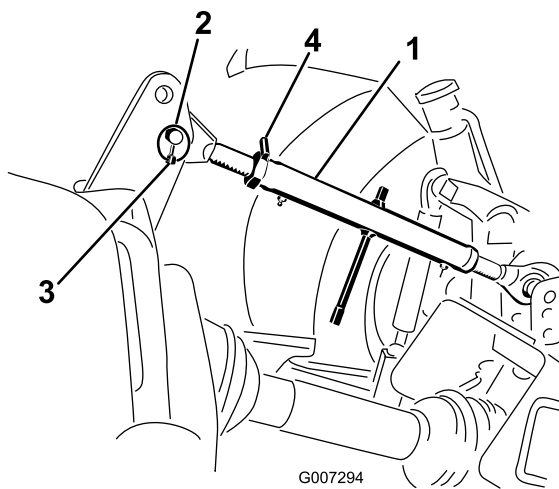

图 8
- 将上连杆连接到支架中的下孔并用连杆销和保险销将其固定图 8。
- 旋转上连杆将其紧固。调节连杆直至机器前部的机架垂直图 8。